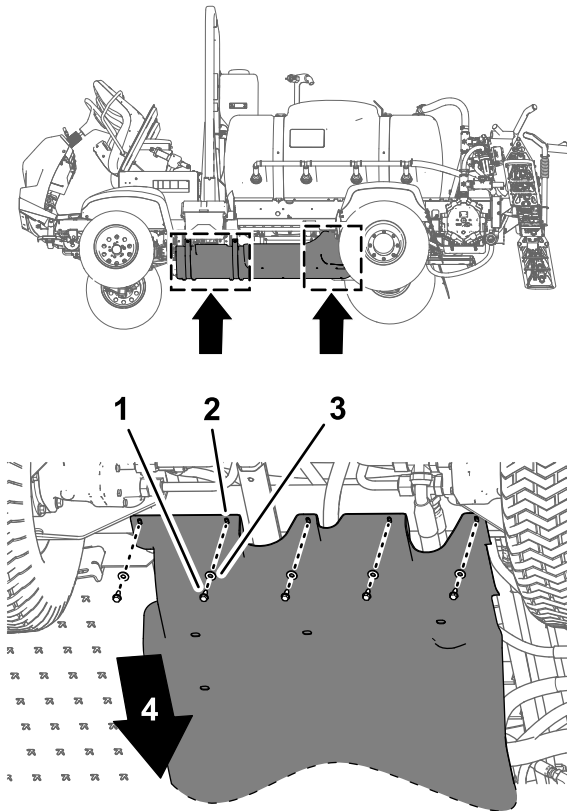
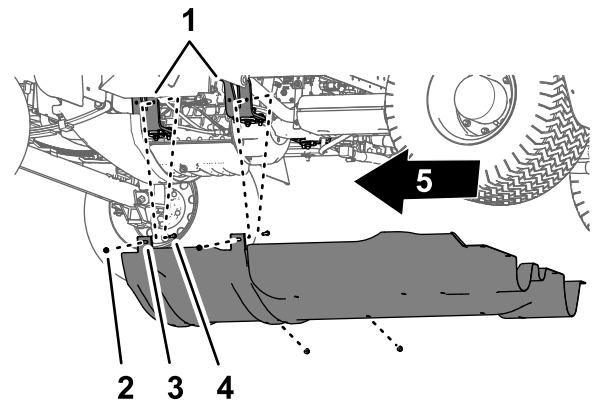

図 63
図 64
1. キャリッジ下シュラウドをシャーシに固定しているフランジヘッドボルト5/16 x 5/8" 5本とワッシャ5/16" 7枚を取り外す 図 63。
2. キャリッジ下シュラウドの取り付けタブをエンジン搭載ブラケットに固定しているボルトおよびキャリッジボルトのフランジロックナット5/16"4個を取り外す 図 64。
4. キャリッジ下シュラウドを機体から取り外す 図 63 と 図 64。
1. キャリッジ下シュラウドを車体の下シャーシに合わせる 図 64 キャリッジ下シュラウドを取り外す (ページ 45) を参照。
2. エンジン搭載ブラケットのところで、ボルトとキャリッジボルトの上からキャリッジ下シュラウドの取り付けタブを入れる 図 64 キャリッジ下シュラウドを取り外す (ページ 45) を参照。
3. キャリッジ下シュラウドを、エンジン搭載ブラケットとボルトに組み付ける 図 64 ステップ 2 キャリッジ下シュラウドを取り外す (ページ 45) で外したフランジロックナット (5/16") 4個を使用する。
4. キャリッジ下シュラウドの後部にある穴を、シャーシの穴に合わせる 図 63 キャリッジ下シュラウドを取り外す (ページ 45) を参照。
5. キャリッジ下シュラウドの後部をシャーシに取り付ける 図 63 ステップ 1 キャリッジ下シュラウドを取り外す (ページ 45) で取り外したフランジヘッドボルト 5/16 x 7/8" 5本とワッシャ5/16" 5枚を使用する。